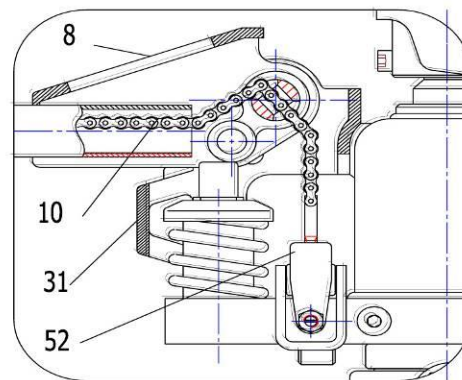

Рис.2
- Установите шпек и гайку на конце цепи (10) в паз опорного корпуса рычага (52). (см. рисунок 2 и 4).
- Согласно рисунку 3 установите рукоятку (8) в горизонтальное положение, выньте штифт В, сохраните его, он понадобится при следующей замене ручки.
- Вытяните фиксатор (23), согласно рисунку 1.
- Вставьте корпус рукоятки (8) в отверстие А. Соедините корпус рукоятки (8) с насосом (31) с помощью фиксатора (23).
- Затем проденьте эластичный штифт через фиксатор (23), чтобы зафиксировать деталь.
- Проведите цепь (10) через отверстие в фиксаторе (23). (см рисунок 2).